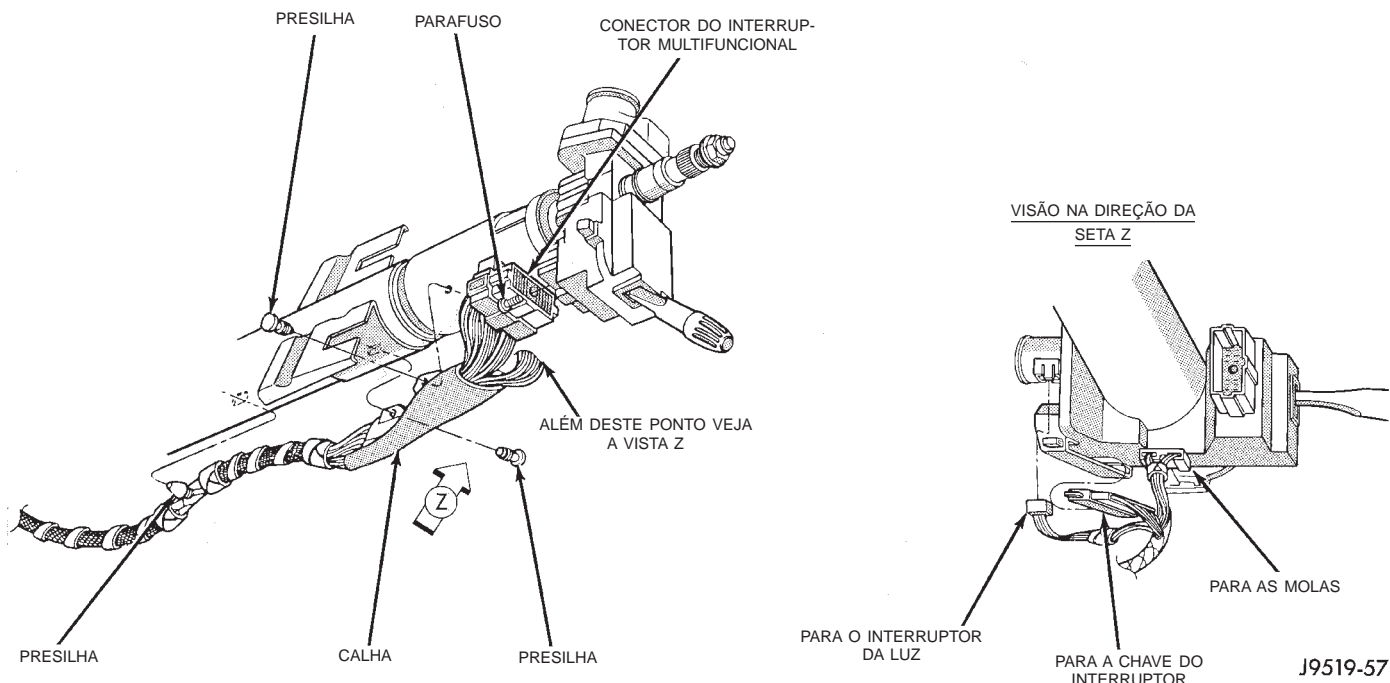

Fig. 7 Fiação da Coluna de Direção
(14) Desconecte a fiação dos interruptores da coluna (Fig. 7).
(15) Remova a fiação da coluna de direção.
(16) Remova o interruptor da ignição.
(17) Remova o cabo de intertravamento da coluna de direção. Consulte o Grupo 21 - "Intertravamento Câmbio/Ignição na Transmissão Automática".
(18) Remova a coluna.